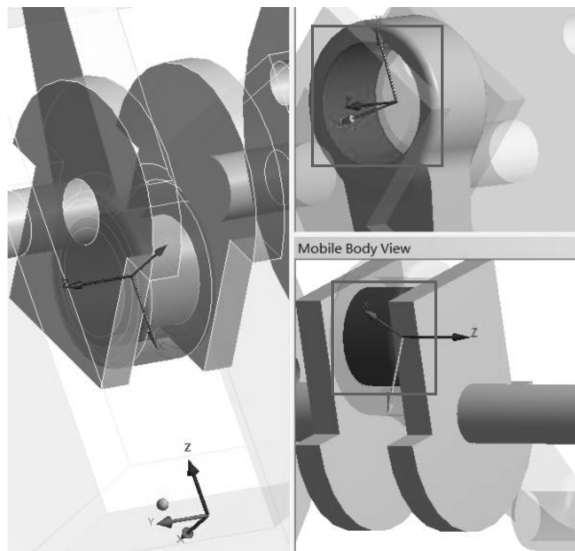

图 5-15 创建 Crank 与 Connecting rod 连接
(1) 在导航树里单击【Connections】并展开，删除【Contacts】，打开【Body Views】。
(2) 创建 Crank 与 Connecting rod 连接：单击【Connections】，在连接工具栏中单击【Body-Body】→【Revolute】，在标准工具栏中单击 ，参考体选择 Connecting rod 大端孔内表面，运动体选择 Crank 外表面，如图 5-15 所示，其他默认。